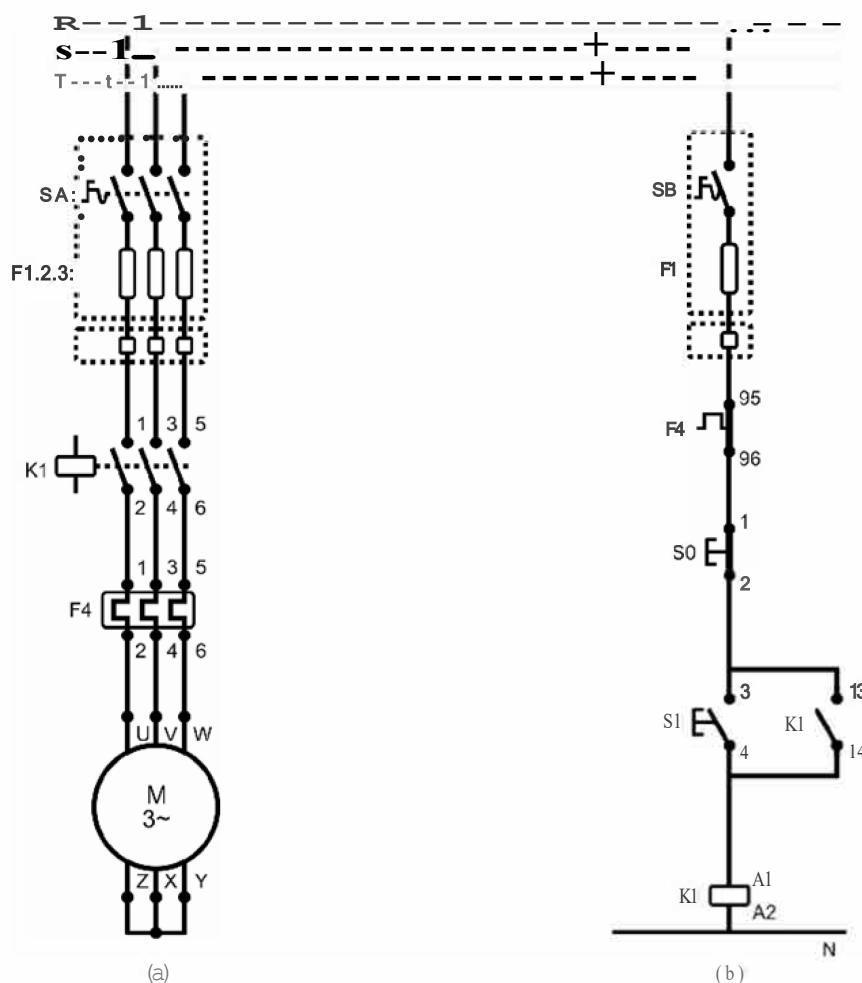

Figura 18. Esquemas de ligação para partida direta a contactor, para motores trifásicos; a) circuito de força e b) circuito de comando.
- Verifique se o esquema de ligação da placa do motor confere com esquema de ligação apresentado na figura 18(a);
- Depois de concluídas as ligações elétricas, coloque o motor para funcionar, através do acionamento da botoeira S1 apresentada na figura 18(b); observe que o funcionamento do circuito de comando apresentado na figura 18 (b) é idêntico ao apresentado na figura 18(b);
- Desligue o motor, através do acionamento da botoeira S0(NF) e observe que os circuitos de comando e de força (motor) serão completamente desenergizados.